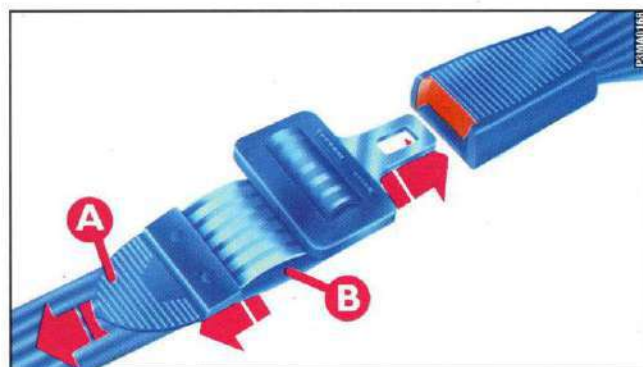

fig. 10
- per stringere: tirare l'estremità **A**-fig. 10